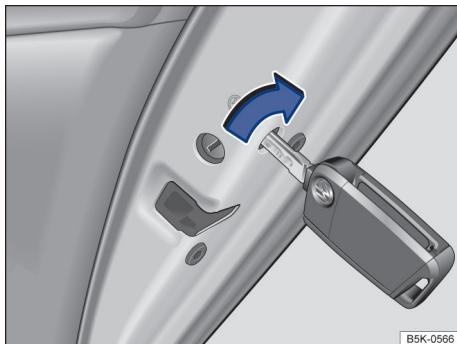

Fig. 66 Na parte dianteira da porta traseira direita: travamento de emergência, coberto por uma vedação de borracha.
- Introduza a haste da chave na ranhura e gire-a no sentido horário para o caso da porta no lado do passageiro dianteiro e da porta traseira direita; gire-a no sentido anti-horário para a porta traseira esquerda → **Fig. 66**.